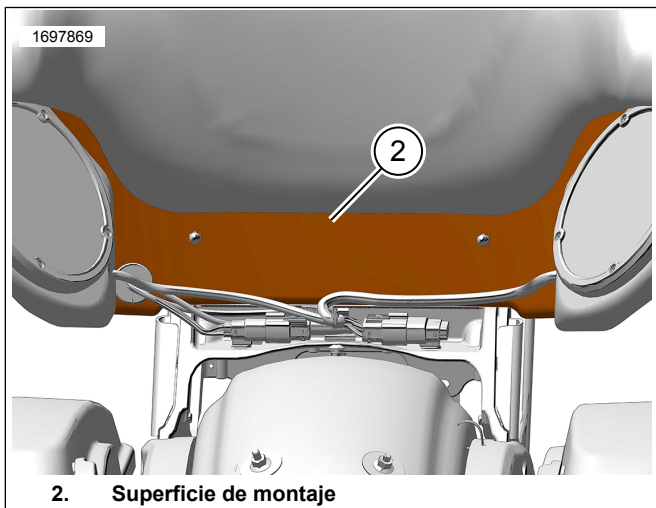

Figura 10. Superficie de montaje
2. Vea la Figura 10. Instale las presillas de retención del arnés de cables.
- b. Deje que la superficie de montaje (2) se seque por completo.